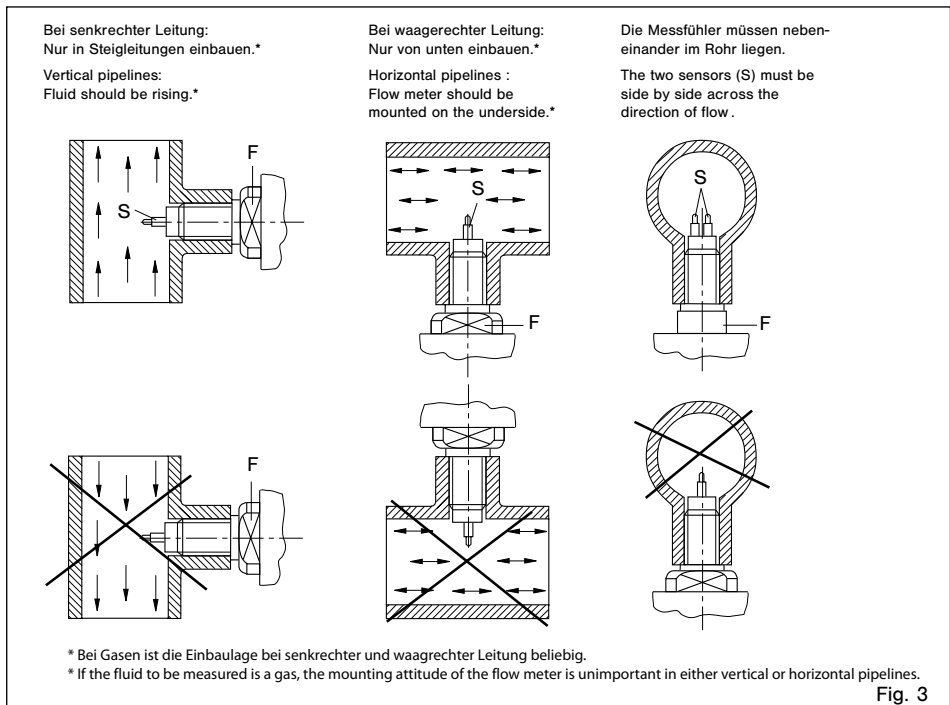
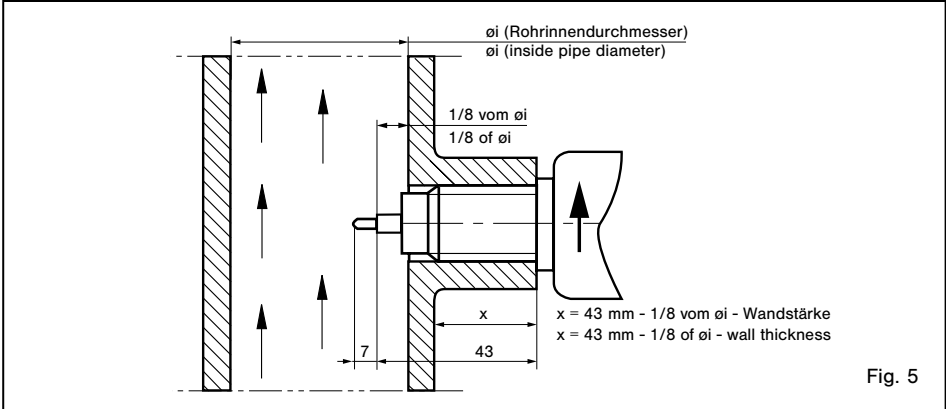

Fig. 3
Fig. 5
- 2 Den Einbauort wie folgt wählen (siehe Fig. 3):
- 2 The flow meter should be installed in the pipe in accordance with the following conditions (see fig. 3):
Die beiden Messfühler (S) müssen im eingebauten Zustand nebeneinander im Strömungsmedium liegen. Dies ist der Fall, wenn die Schlüsselansatzflächen (F) parallel zur Rohrleitung stehen (siehe Fig. 3). Bis 56 mm Rohrdurchmesser sollte der Einschraubstutzen bündig mit der Rohrwand sein. Größer 56 mm Rohrdurchmesser sollte die Fühlermitte (schräger Absatz) auf 1/8 des Rohrdurchmessers eingeschraubt werden. Der Pfeil (Laserbeschriftung) an der Seite des Gehäuses muss in Strömungsrichtung zeigen (siehe Fig. 5).
The two sensors (S) of the flow meter must be aligned side by side directly across the direction of flow. The sensors are correctly positioned when the wrench flats (F) are aligned parallel with the pipe (see fig. 3). For inside pipe diameters up to 56 mm (2.2 in) the shaft end should be in line with the inner pipe wall. For inside pipe diameters above 56 mm (2.2 in) the shoulder of the two sensors (7 mm (0.28 in) from the tip) should be positioned at 1/8 of inside pipe diameter $\varnothing i$. The arrow (laser marking) at the side of the housing must show in direction of flow (see fig. 5).
Die beiden Messfühler (S) müssen im eingebauten Zustand nebeneinander im Strömungsmedium liegen. Dies ist der Fall, wenn die Schlüsselansatzflächen (F) parallel zur Rohrleitung stehen (siehe Fig. 3). Die Fühlermitte (schräger Absatz) sollte bei 1/8 des Rohrlinnendurchmessers positioniert werden. Der Pfeil (Laserbeschriftung) an der Seite des Gehäuses muss in Strömungsrichtung zeigen (siehe Fig. 7).
The two sensors (S) on the flow meter must be aligned side by side directly across the direction of flow. The sensors are correctly positioned when the wrench flats (F) are aligned parallel with the pipe (see fig. 3). The shoulder of the two sensors (7 mm (0.28 in) from the tip) should be positioned at 1/8 of inside pipe diameter $\varnothing i$. The arrow (laser marking) at the side of the housing must show in direction of flow (see fig. 7).